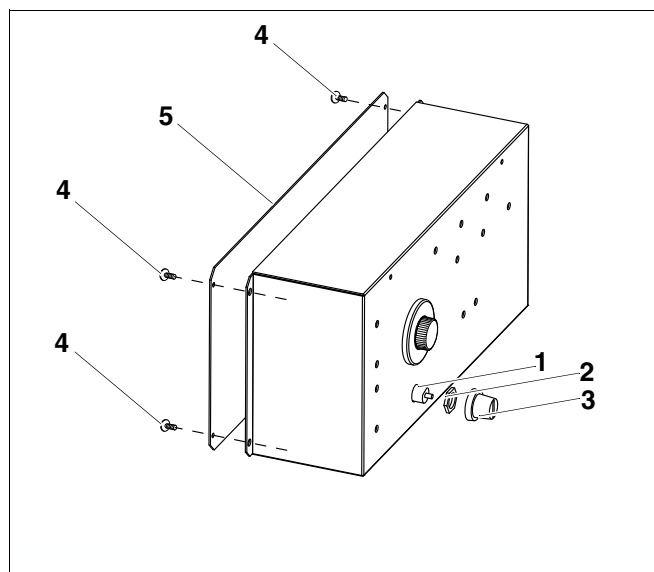

Рис. 60 Дополнительный регулятор НТ 3101
- Выкрутить винты (рис. 60, **поз. 4**) крышки корпуса (рис. 60, **поз. 5**).
- Снять крышку корпуса (рис. 60, **поз. 5**).
- Открутить защитный колпачок (рис. 60, **поз. 3**).
- Открутить резьбовое крепление STB (рис. 60, **поз. 2**).